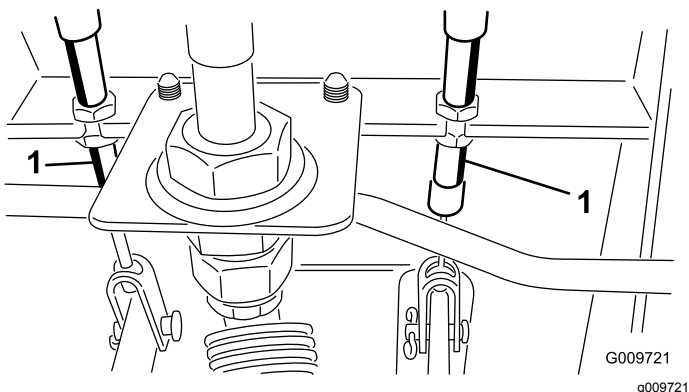

Figure 47
- A. Desserrez l'écrou avant sur l'extrémité fileté du câble de frein (Figure 47).